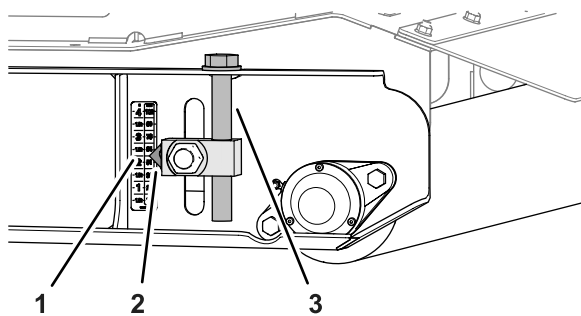

Figura 83
5. Nel rullo posteriore, sollevate i regolatori dell'altezza di taglio di sinistra e destra alla tacca di 57 mm sull'adesivo (**Figura 83**).